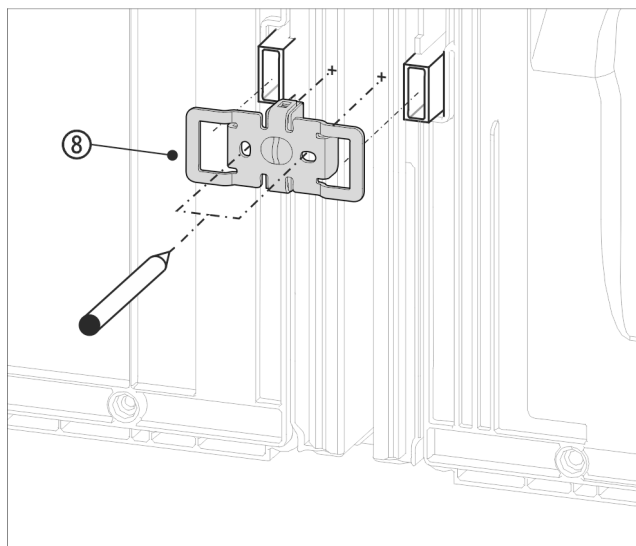

Fig. 16 Примерно изображение
- ▶ Вкарайте ъгъла Fig. 16 (8) с прорезите върху държачите за детайлите за отстояние от стената.